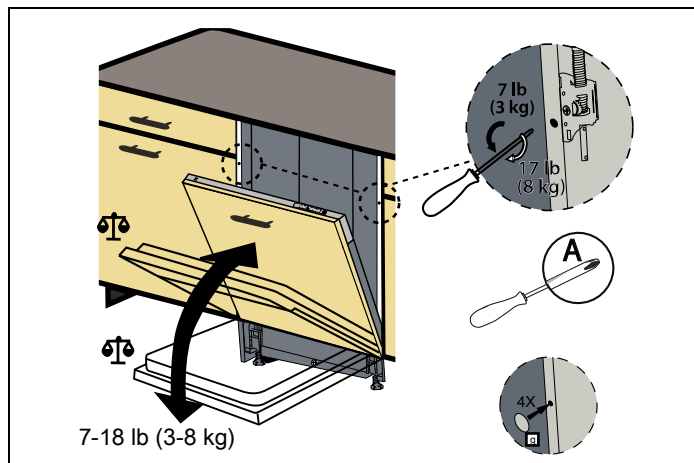

Fig. 28
- 8) Selon le poids de la porte en bois assemblée, l'équilibrage doit être assuré par le mécanisme indiqué dans la Fig. 28 .